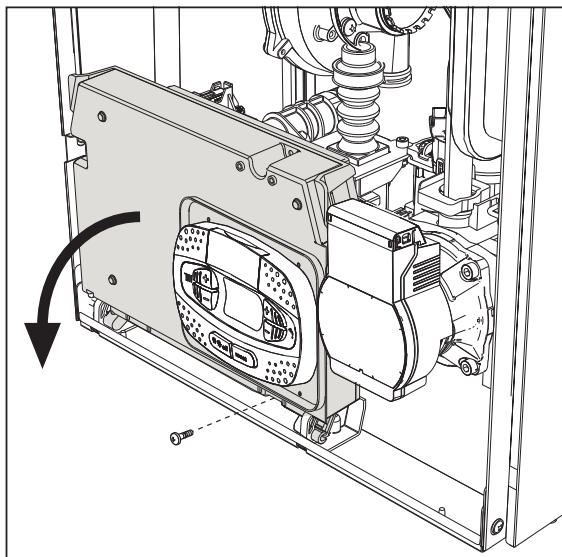
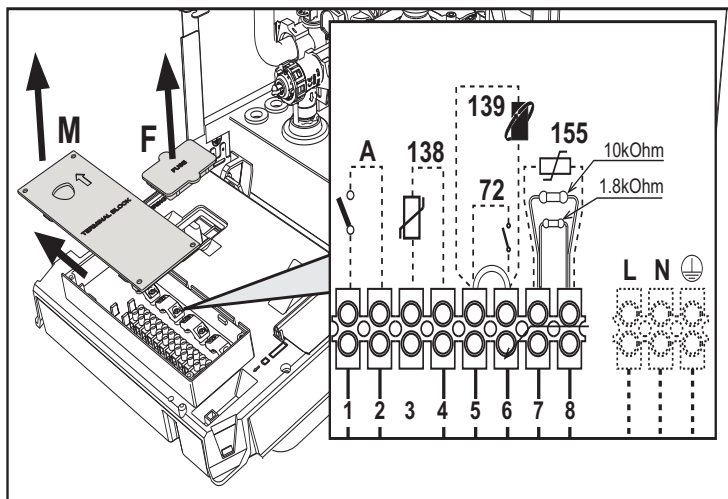

рис. 20
рис. 21
После снятия передней панели (*** 'Открытие передней панели' on page 83 ***) можно получить доступ к клеммной колодке (M) и предохранителю (F), действуя согласно нижеприведенным указаниям (рис. 20 и рис. 21). **Клеммы, указанные на рис. 21, должны иметь чистые контакты (не 230В).** Расположение зажимов и их назначение показаны также на электрической схеме на рис. 58.
Конфигурация выключателя ON/OFF (А рис. 21)